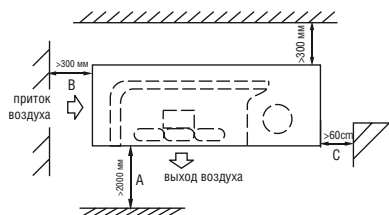

Рис. 17
- При подвешивании наружного блока кондиционера на стену его крепление должно соответствовать техническим требованиям, указанным на схеме (рис.17). Подвешивать блок можно на кирпичную или бетонную стену или стену аналогичной прочности. Соединение крепежного кронштейна со стеной и кондиционером должно быть прочным, устойчивым и надежным. Убедитесь, что тепло от конденсатора отводится беспрепятственно. Не должно быть преград выходящему из наружного блока кондиционера воздушному потоку.
- Свободное пространство слева и справа от наружного блока должно составлять величины, указанные на рис.17.
Недостаточная циркуляция воздуха снизит производительность кондиционера. Минимальное расстояние от блока до предметов и ограждений указано на рис. 17. Стены не должны окружать кондиционер со всех сторон два из трех направлений А, В, С должны быть свободны.